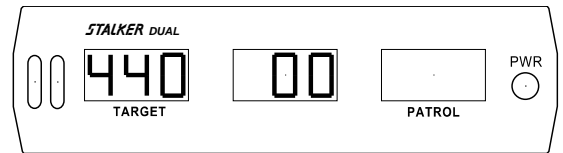

Fig 26
Pour accéder ou sortir du mode Chrono, en utilisant la commande à distance ergonomique, appuyez sur la touche **STOPWATCH MODE** durant deux secondes. La touche **STOPWATCH MODE** fait basculer le radar entre le mode Radar et le mode Chrono. L'affichage change quand la touche **STOPWATCH MODE** est appuyée pour indiquer le mode de fonctionnement. La Fig 26 montre un affichage typique suite à l'activation du mode Chrono. L'affichage de 440 mètres sera possiblement différent – selon sa configuration précédente.
1. Activez le mode Chrono (Stopwatch) en appuyant la touche **STOPWATCH MODE** pendant deux secondes (Fig 26) en utilisant la commande à distance ergonomique.